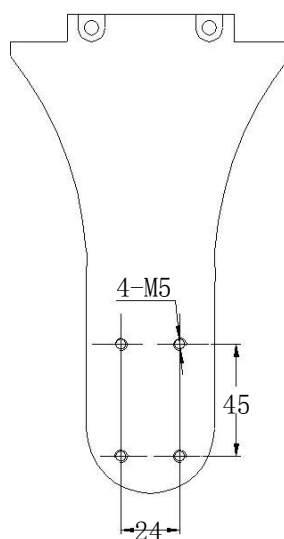

图 1
- 3、装有高性能行星轮系变速箱，可加装双侧红外射灯(见图 1)。